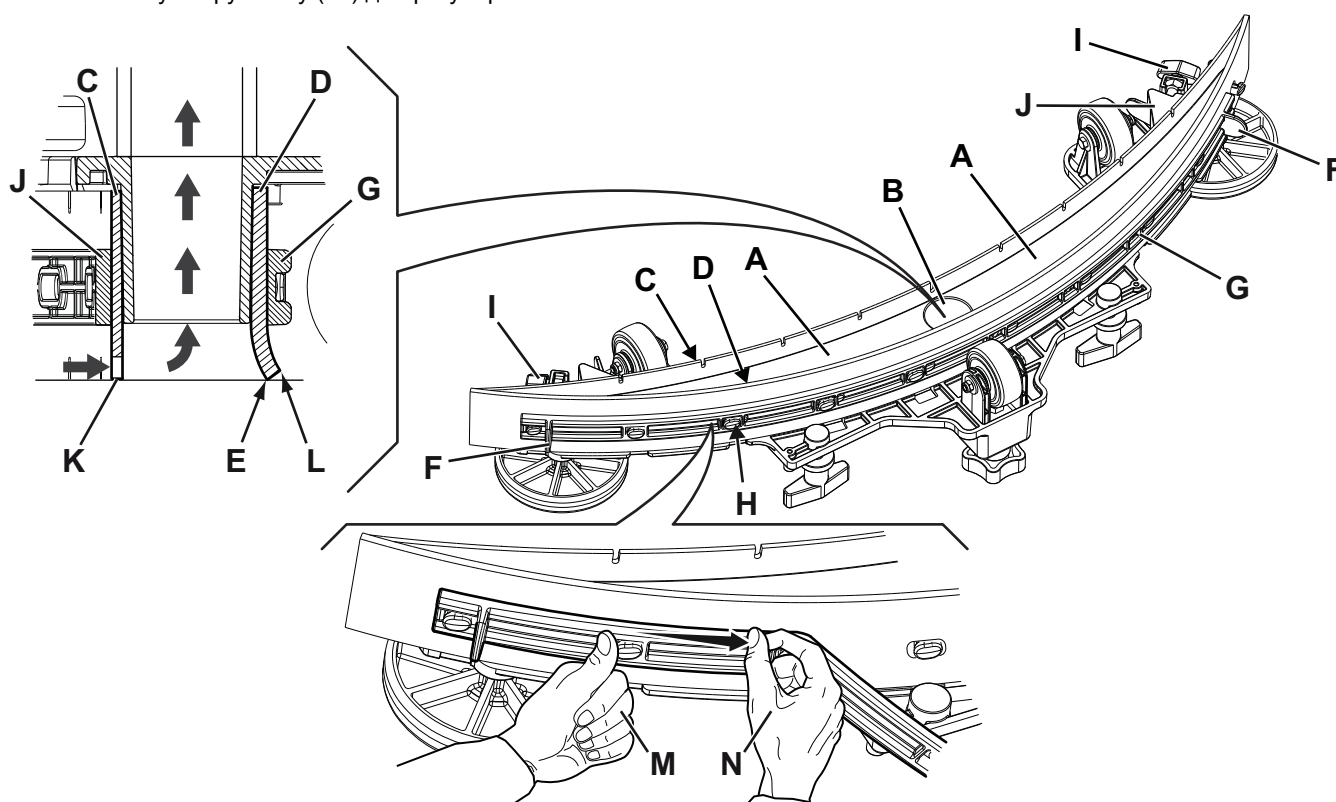

Рис. 11
2. Убедитесь, что машина отключена и ключ пользователя (52) извлечен.
3. Ослабьте маховики (32) и снимите швабру (13).
4. Вымойте и очистите швабру. В частности, очистите отсеки (А, Рис. 11) и отверстие (В). Проверьте состояние переднего (С) и заднего (D) скребков. При наличии повреждений замените их, как показано ниже.
2. Проверьте состояние переднего (С, Рис. 11) и заднего (D) скребков. При наличии повреждений замените их, как показано ниже. Проверьте, не изношен ли передний угол (Е) заднего скребка; в противном случае переверните скребок, чтобы поменять местами изношенный угол с целым. Если и другие углы изношены, замените скребок в следующем порядке:
- Используя перемычку (F) выдвиньте и снимите эластичную планку (G), а затем поверните или замените (H) задний скребок (D).
- Установите скребок, действуя в обратной последовательности. Прикрепите эластичную планку (G) к креплениям (H), начиная с одной стороны. Чтобы облегчить процедуру крепления, закрепляйте крепления по одному за раз, фиксируя планку перед креплением одной рукой (M) и тяните ее другой рукой (N).
- Отвинтите маховики (I) и снимите планку (J), затем поверните или замените передний скребок (C).
3. Установите швабру (13) и закрутите маховики (32).
- Убедитесь, что край (K) переднего скребка (C) и край (L) заднего скребка (D) размещены как показано на рисунке.
- Используйте рукоятку (33) для регулировки.